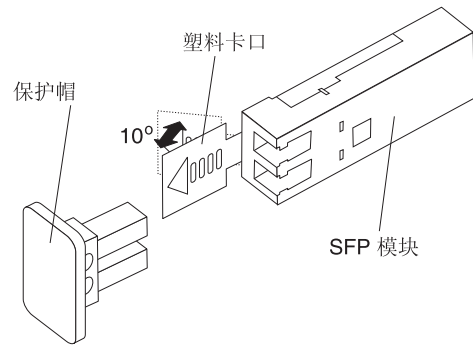

图 51. SFP 模块解锁 - 塑料卡口可能会有所不同
- 对于具有塑料卡口的 SFP 模块，将塑料卡口向外拉 10° 即可为 SFP 模块解锁，如图 51 中所示。